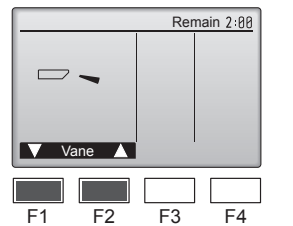

Fig. 7-4
- 2 Pulse el botón [SELECT/HOLD] (Aceptar/Retener) para visualizar la pantalla de funcionamiento Lama, y luego pulse los botones [F1] y [F2] para comprobar el sistema automático de desviación del aire. (Fig. 7-4)